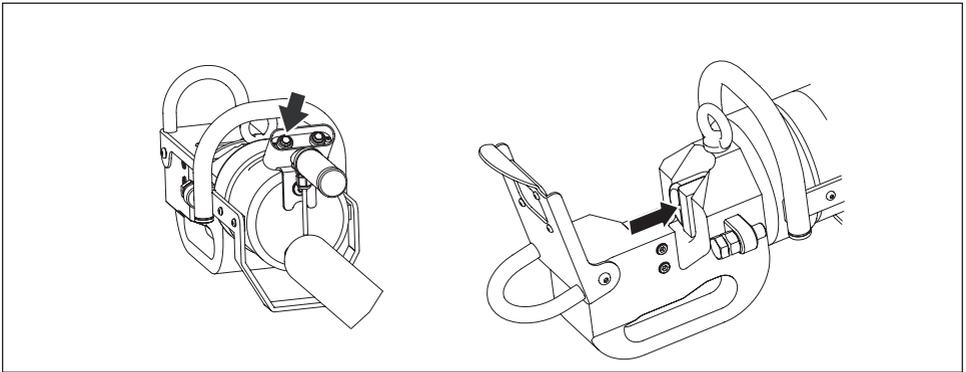

Abbildung 12, Betrieb - Einfahren
- Drücken Sie den Druckschalter **Einfahren** und halten Sie diesen gedrückt, um den Kolben einzufahren und das bewegliche Messer zurückzuschieben. Siehe Abbildung 12.